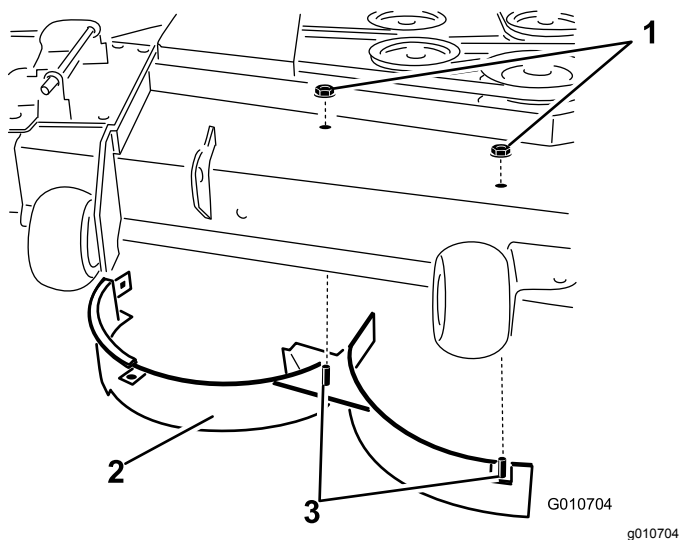

Figura 34
11. Retire las 2 contratuercas (5/16") que sujetan las clavijas soldadas del deflector derecho a la parte superior de la carcasa del cortacésped en las posiciones centro y centro derecha (Figura 34).
12. Retire el perno de cuello cuadrado y la contratuerca que sujetan el deflector derecho a la parte superior de la carcasa del cortacésped, y retire el deflector derecho de la carcasa del cortacésped (Figura 34).